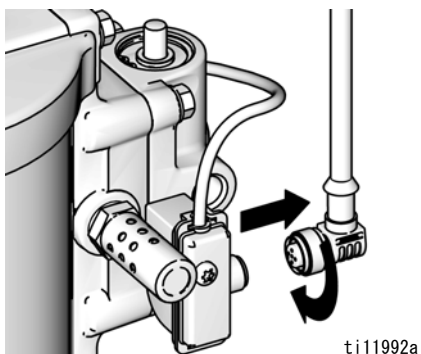

図 11. DataTrak の接続を外す
1. リードスイッチアセンブリの背面からケーブルのネジを外します。図 11 を参照してください。